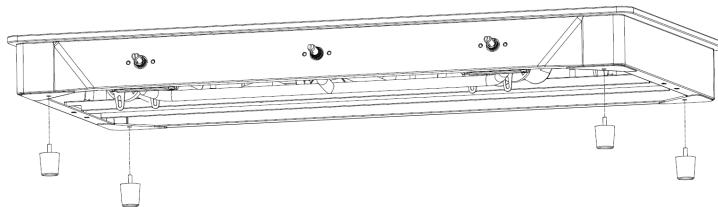

Abbildung 1
- Nach dem Öffnen des Kartons befestigen Sie die vier Beine an den vier Eckplatten, wie in der Abbildung 1 gezeigt.